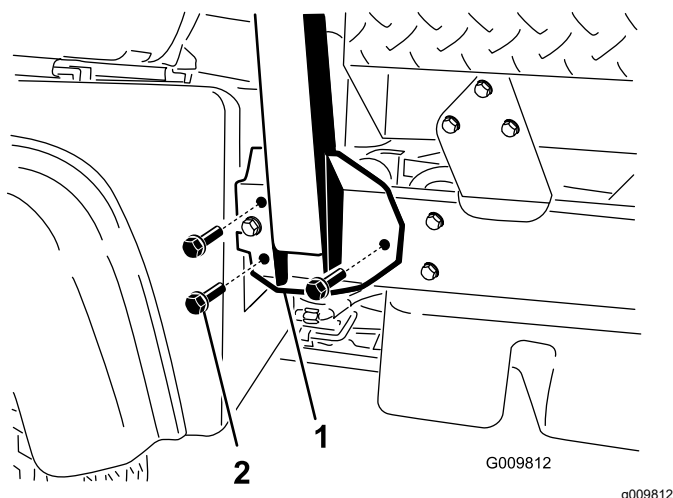

Figure 4
2. Placez chaque côté de l'arceau de sécurité en face des trous de montage de chaque côté du cadre de la machine (Figure 4).
3. Fixez le support de l'arceau de sécurité de chaque côté du cadre de la machine au moyen de 3 boulons à embase ($\frac{1}{2}$ " x $1\frac{1}{4}$ ") (Figure 4).